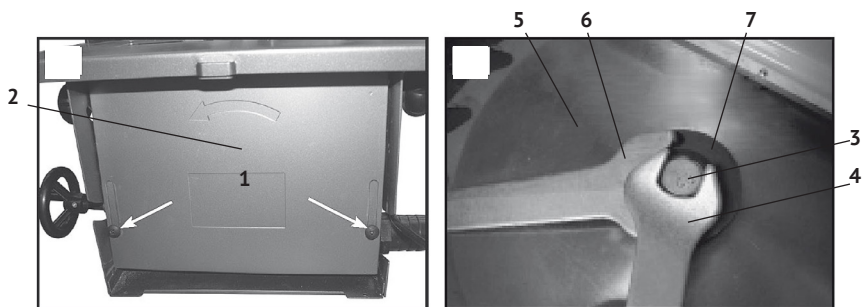

рис. 3
2.1.3 Установка пильного диска. Для установки (замены) диска (см. рис.3):
- открутив винты (рис.3 поз.1), снять боковую панель поворотного корпуса (рис.3 поз.2);
- зафиксировав ключом (рис.3 поз.6) вал якоря двигателя, открутить ключом (рис.3 поз.4) зажимную гайку (рис.3 поз.3);
- снять (при замене) с вала зажимной фланец (рис.3 поз.7) и пильный диск (рис.3 поз.5);